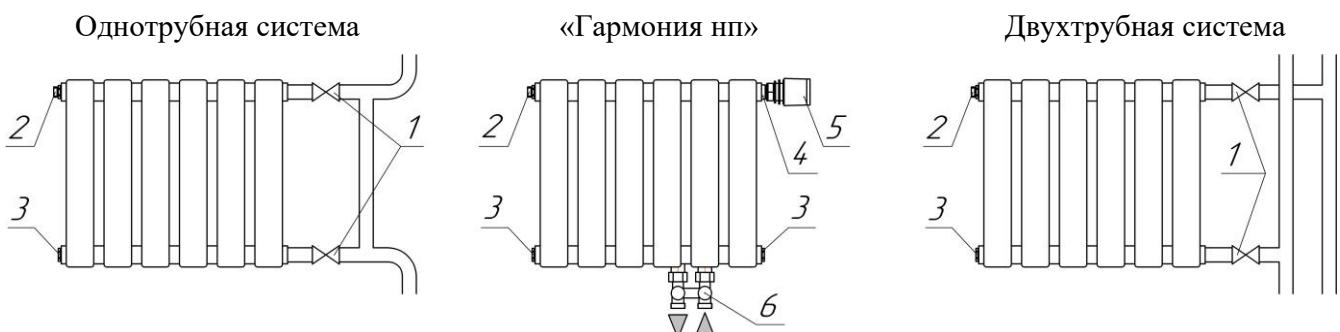

Рис. 2 1. Вентиль. 2. Кран Маевского-воздухоотводчик. 3. Пробка глухая (место слива).
5.7. Схема подключения радиаторов приведена на рис. 2.